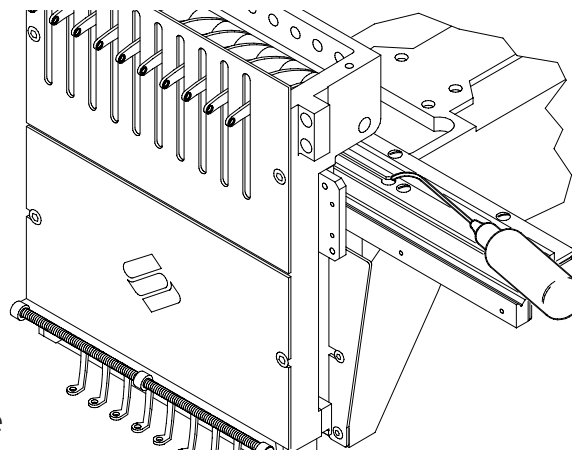

Figura 5-8
2. Localicen la ranura pudelada situada en la parte superior (mostrada aquí en la Figura 5-8 con el panel quitado), en la parte derecha de la guía lineal del cojinete. Pongan tres o cuatro gotas de aceite para la máquina de coser en la ranura, en las cabezas 1-12.